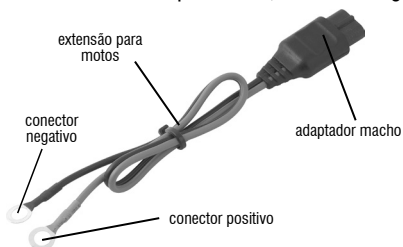

Fig. 8 – Extensão com conectores para moto
1. Conecte a extensão para moto, conforme Fig. 8;